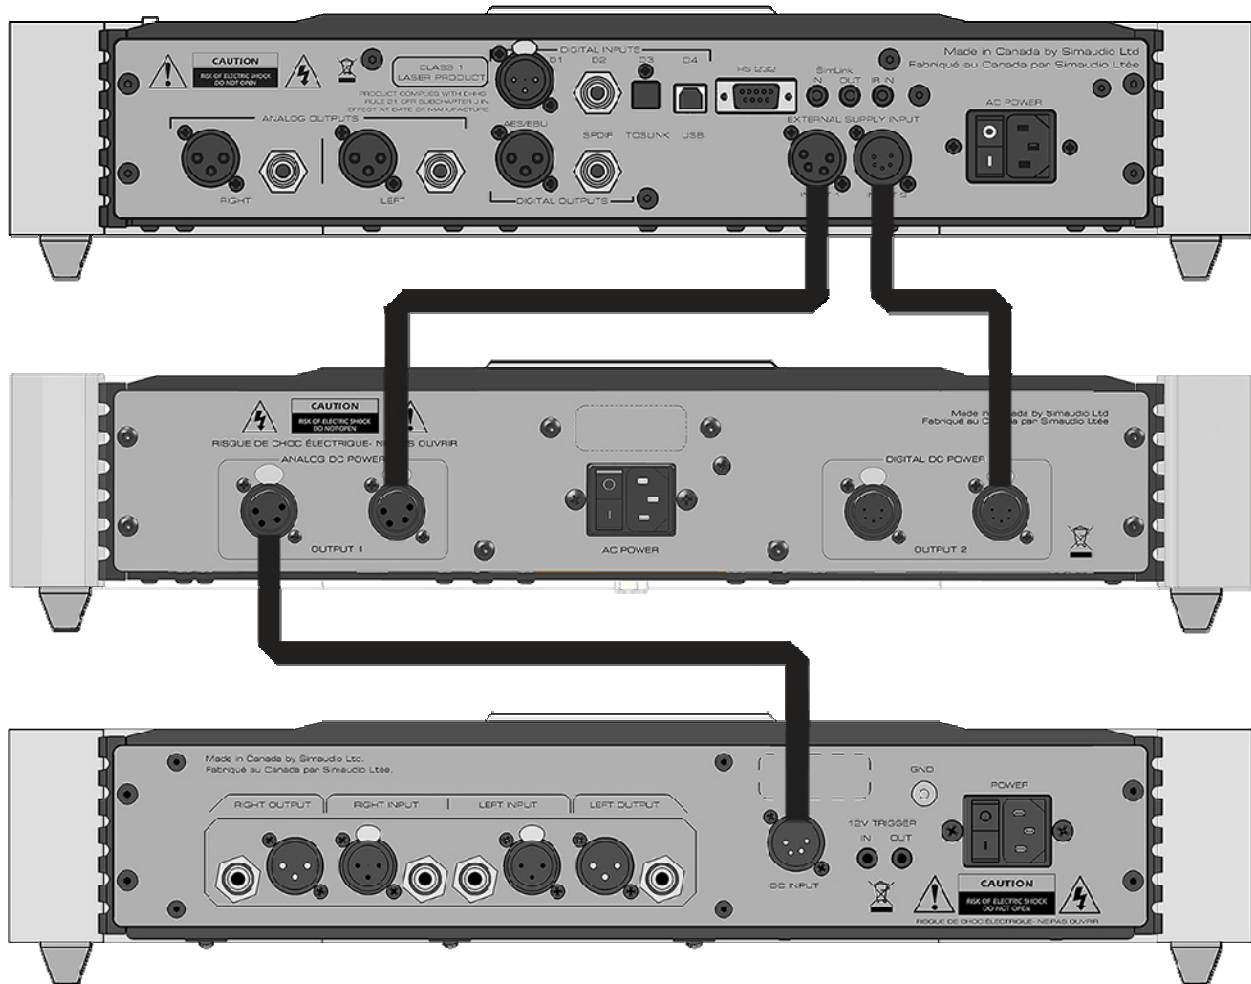

Figure 2 : Branchement du MOON 820S à d'autres composants MOON Evolution
2. Branchez le câble XLR à 4 broches à l'une des sorties XLR à 4 broches de l'« Output 1 » sur le panneau arrière du **MOON 820S** et l'entrée correspondante XLR à 4 broches à votre composant MOON Evolution, comme on le voit à la figure 2 sur la page suivante.
3. Si cela s'applique, branchez le câble XLR à 5 broches à l'une des sorties XLR à 5 broches de l'« Output 2 » sur le panneau arrière du **MOON 820S** et l'entrée correspondante XLR à 5 broches à votre composant MOON Evolution, comme on le voit à la figure 2 sur la page suivante.
Remarques: (i) L'exemple de la figure 2 montre un lecteur de CD/convertisseur N/A 750D (en haut) connecté à un **MOON 820S** (au milieu) par un câble XLR à 4 broches et un câble XLR à 5 broches, et un préamplificateur phono 610LP (en bas) connecté au **MOON 820S** uniquement par un câble XLR à 4 broches. (ii) Lorsque vous utilisez le **MOON 820S**, l'interrupteur basculant de tout autre composant relié est contourné. (iii) Lorsqu'aucun composant n'est connecté au **MOON 820S**, l'appareil se place en mode attente après 20 minutes.